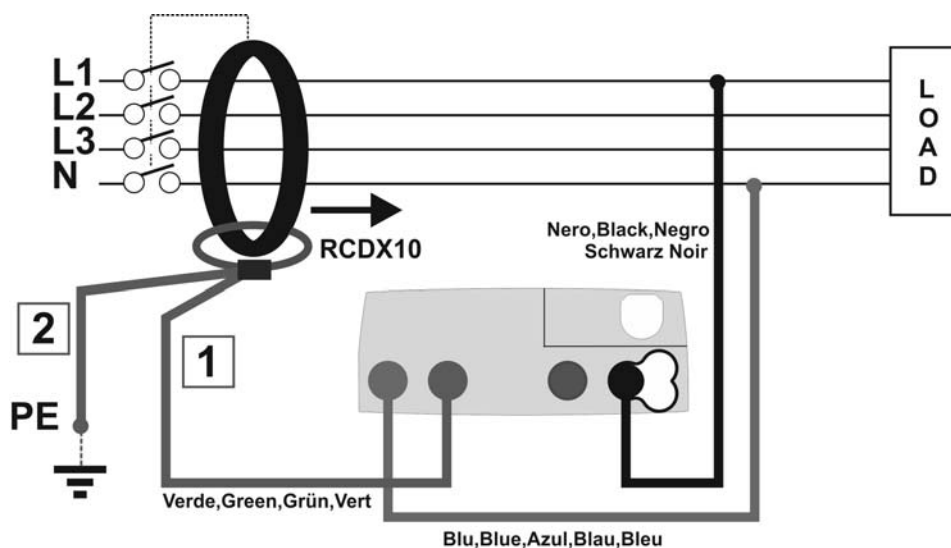

Fig.1: Verbindung des Zubehörteils RCDX10 / Schéma de connection de l'accessoire RCDX10
- **Connectez la pince au disjoncteur différentiel en faisant attention de respecter le sens conventionnel du courant indiqué par une flèche (voir figure 1)**
- Connectez toujours le câble "2" de la pince à l'instrument et le câble "2" à la masse (voir figure 1)